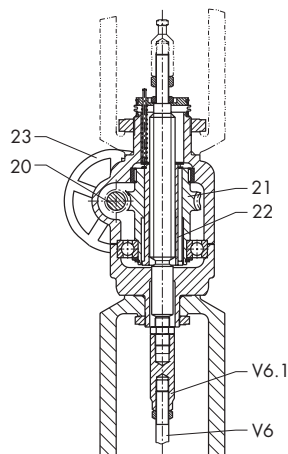

Bild 11 · Handverstellung mit seitlich angeordnetem Handrad für max. 60 mm Hub, bis 80 kN
Typ 3271 · Pneumatischer Stellantrieb mit Handverstellung. Bei Stellantrieben mit wirksamen Membranflächen von 240 bis 700 cm²: Handantrieb an der äußeren Membranschale (Bild 4), bei Stellantrieben mit Membranflächen von 1400 oder 2800 cm² mit seitlich angebautem Handrad (Bild 11, 19, 20).
Die **seitliche Handverstellung** für Antriebe mit 1400 und 2800 cm² Wirkfläche und einem maximalen Hub bis 80 mm zeigt Bild 11. Das Handrad (23) ist fest mit der rastbaren Schneckenwelle (20) verbunden und betätigt die Antriebsstange über das Schneckenrad (21) und die Gewindebuchse (22).